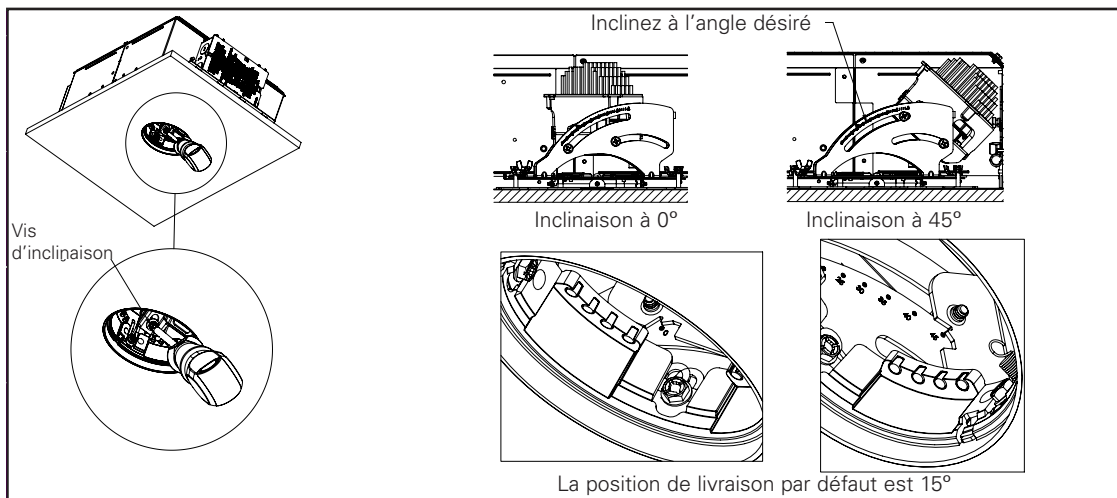

Figure 14.
1. Inclinez le mécanisme en tournant la vis d'inclinaison dans le sens des aiguilles d'une montre (Figure 14). Référez le cadran d'angle sur le mécanisme pour déterminer l'angle d'inclinaison.
1. Assurez-vous que le mécanisme est en position de plafonnier à 0 degré (consultez la Figure 14).
2. Assurez-vous que le mécanisme est en position de plafonnier à 0 degré (consultez la Figure 14).
5. Inclinez le mécanisme sur 45 degrés (consultez la Figure 14).
2. Assurez-vous que le mécanisme de réglage est à 0 degré (position de plafonnier) (consultez la Figure 14).